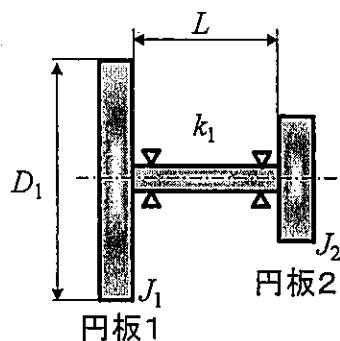
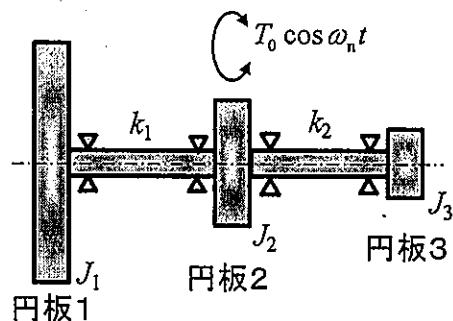

図 2-1
図2-2
図2-1に示した円板2の回転方向にトルク加振すると、固有振動数  $\omega_n$  で共振状態となった。この共振を抑制するため、図2-2に示すダイナミックダンパを付加することを考える。円板3の慣性モーメントを  $J_3$ 、回転角を  $\theta_3$ 、円板2と円板3の間のねじりばね定数を  $k_2$ 、加振トルクを  $T_0 \cos \omega_n t$  とする。ただし、 $t$  は時間である。以下の設問に答えよ。
(4) 図2-2に示す系の運動方程式を求めよ。
(5) 円板1と円板2の相対振幅（軸のねじれ振幅） $\Delta\theta$ を求めよ。ただし、 $v_1 = \sqrt{k_1/J_1}$ ,  $v_2 = \sqrt{k_2/J_2}$ ,  $\beta = J_2/J_1$ ,  $\mu = J_3/J_2$ ,  $\theta_{st} = T_0/k_1$ として整理すること。
(6) この加振トルク  $T_0 \cos \omega_n t$  に対して  $\Delta\theta$ を零とするダイナミックダンパを考えたい。ダイナミックダンパのねじりばね定数  $k_2$ を求め、このときの円板3の振幅を求めよ。ただし、 $J_2/J_1 = 0.1$ ,  $J_3/J_2 = 0.2$ とする。
(7) 設問(6)で求めたダイナミックダンパは、加振トルクの振動数が広範囲にわたって変化する系では有効でない。このような系において有効な制振効果を得るためににはどのようにすればよいか、20字程度で答えよ。